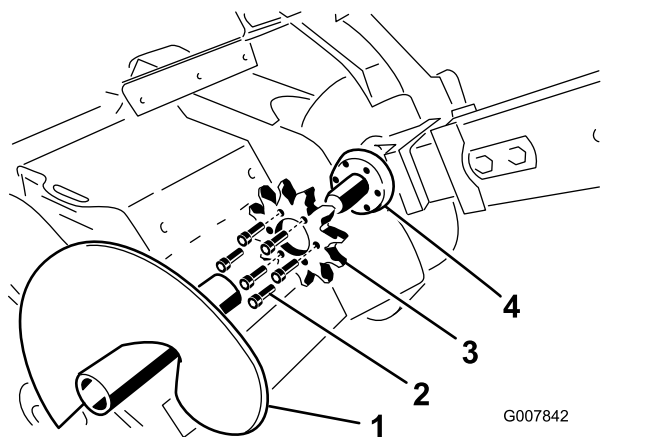

Figure 61
4. Déposez la tarière de déblayage (Figure 61).
9. Retirez les 6 boulons de fixation du pignon d'entraînement (Figure 61).
10. Déposez le pignon d'entraînement et mettez-le au rebut (Figure 61).
11. Nettoyez la surface de montage du pignon sur la trancheuse (Figure 61).
12. Glissez le nouveau pignon d'entraînement sur l'arbre (Figure 61).
13. Vissez à la main les 6 boulons dans le pignon d'entraînement (Figure 61).